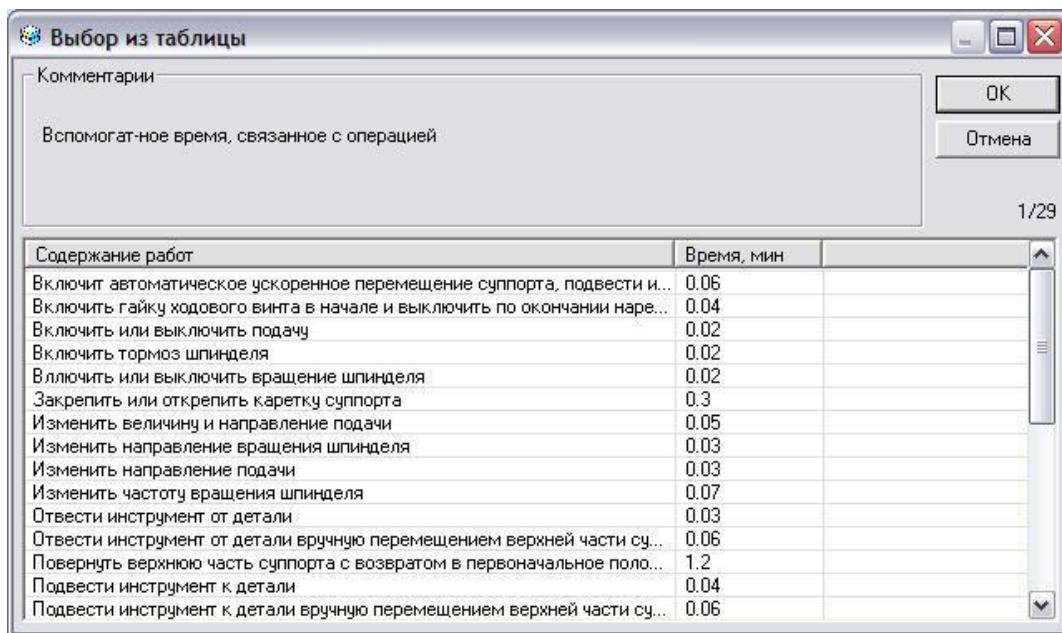

Рисунок 16. Выбор вспомогательного времени связанного с операцией
- Загрузиться окно выбора из таблицы вспомогательного времени, связанного с операцией (см. рис. 16).